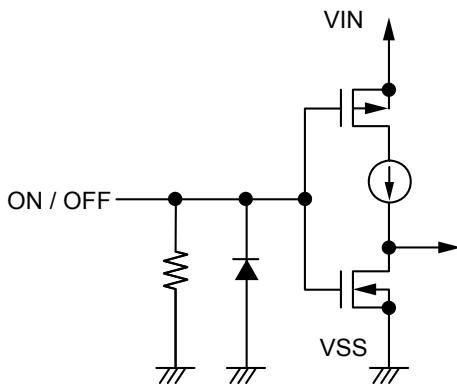

图30 S-13A1系列A / C型
ON / OFF端子的结构如图30、图31所示。
*1. 将ON / OFF端子连接到VIN端子上进行工作时，S-13A1系列A / C型产品的消耗电流中，流入 $2.5\text{ M}\Omega$ (典型值) 下拉电阻中的电流会增多，务请注意 (请参阅图30)。